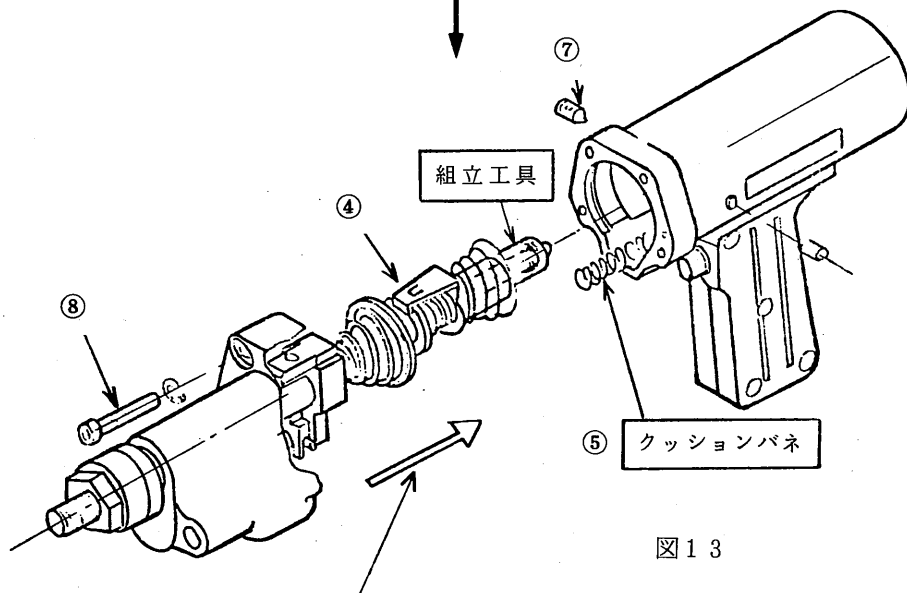
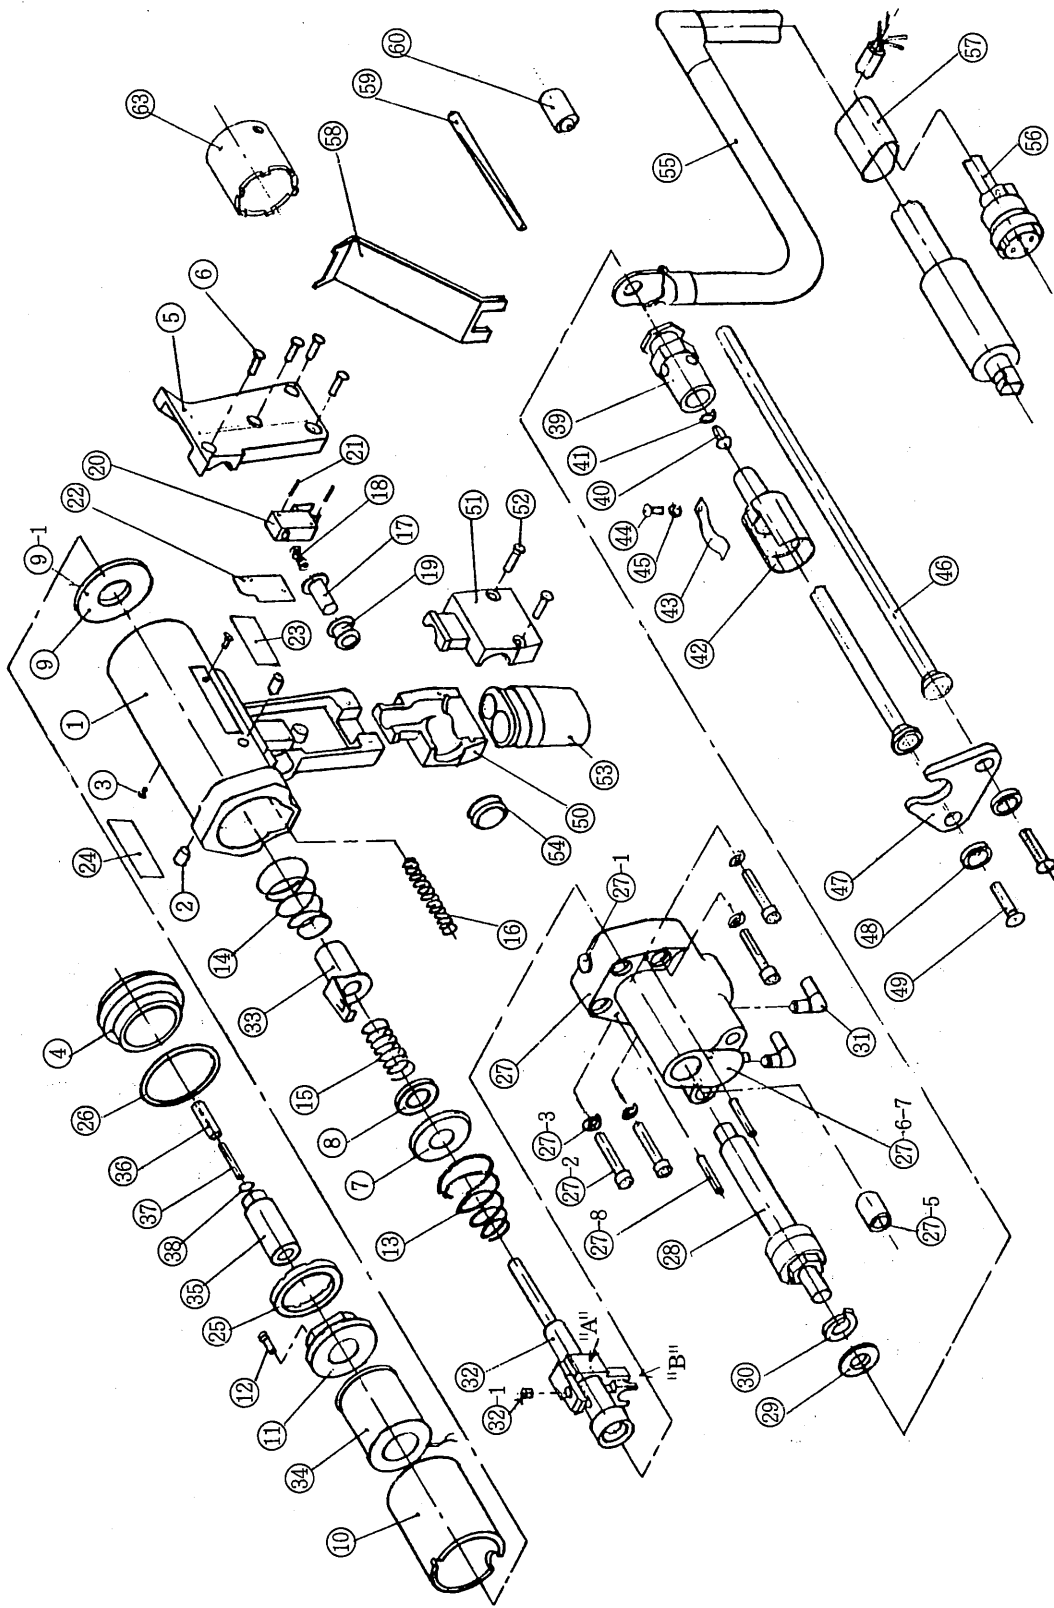

図13
図14 GS-201形スタッドガン部品構成図
6.2 組立の方法 (図12、図13、図14、図15参照)
- ① ②7 フロントボディのミニクッション出力軸に③2メインシャフトの" B "部フックを図のように引っ掛けて所定の位置に支持します。
- ② ②8 フロントシャフトをフロントボディに通して挿入し、時計方向に回しながらメインシャフトにネジ込みます。
- ③ 最後の締付はメインシャフトをバイスに固定し、スパナ(モンキー)で強力に締付けてください。
- ④ メインシャフトに⑬13メインスプリング、⑦7リング受皿、⑧8リフティングリング、⑮15リフティングスプリング、③3リフティングフック、⑭14コアスプリングの順に組み付け、付属の⑥6組立工具をメインシャフトの先端のネジに固定して部品を1セットにする。
- ⑤ ⑬16クッションパネを①1ガンボディの穴とミニクッションの出力軸に引っ掛けます。
⑥ 1セットにしたフロントボディをガンボディの中へそのまま挿入し、はめ合させます。
⑦ フロントシャフトを当りがあるまで押し込み、ガンボディの両腹部より②ケン先止メネジ(M6-8)を六角スパナ(3m)でゆるまないように締め付けます。
⑧ ⑳-2の穴付ボルトでガンボディとフロントボディを強力に固定します。